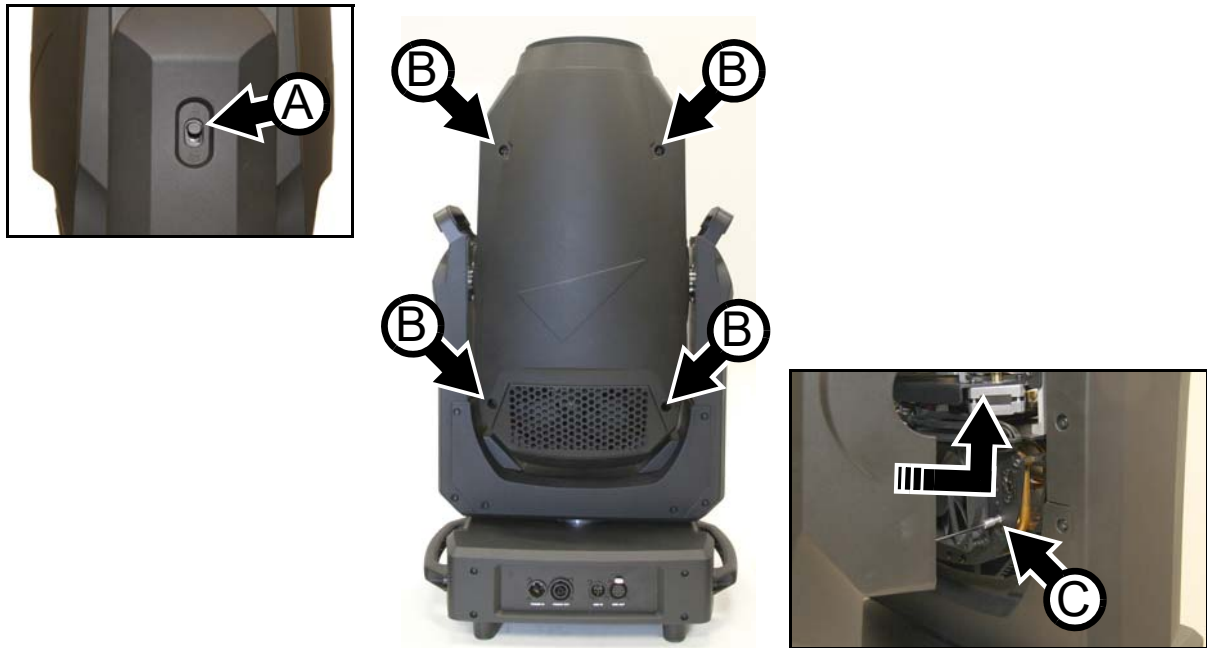

Bild 10: Entfernen der Kopfabdeckungen
3. Siehe Bild 10. Stellen Sie die Tilt-Sperre auf A ein.